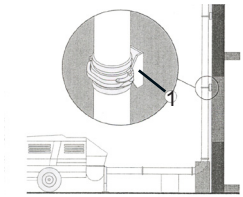

Fig. 4
- que los tubos estén en buen estado y que los racores estén bien apretados, tanto tras el montaje de la línea o columna como antes de empezar el bombeo; los tubos estén correctamente bloqueados, utilizando, si es necesario, las fijaciones (por ejemplo, fig. 4, ref. 1);
Si existen riesgos de heladas, vacíe el depósito por el tapón (fig. 4, ref. 5).